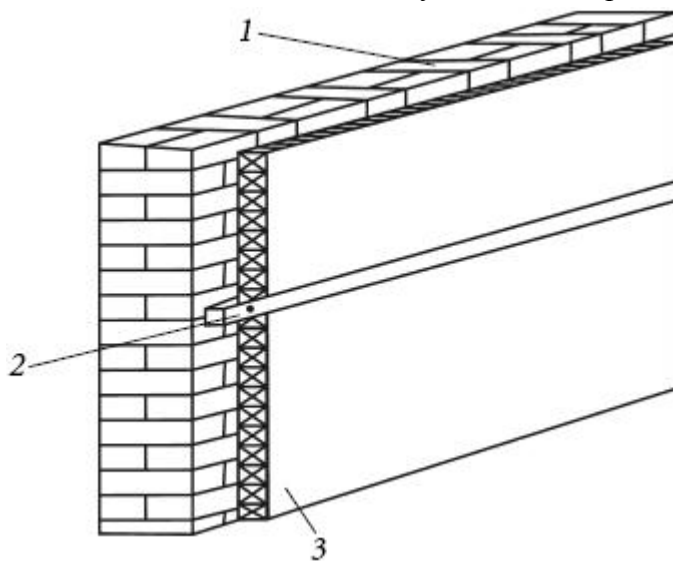

Рис. 8. Внутренняя теплоизоляция каменных стен плитным материалом: 1) кирпичная кладка; 2) деревянные рейки; 3) плиты утеплителя
3. На укрепленные деревянные или пластиковые дюбели горизонтально устанавливают деревянные рейки толщиной, равной толщине плит утеплителя (рис. 8). Расстояние между рейками определяется размером теплоизоляционных плит. Рейки необходимо предварительно обработать антисептиком (раствор медного или железного купороса, кремнефтористого натрия и т. д.). Если взять более толстые, чем утеплитель, рейки, получится дополнительная теплоизоляция в виде воздушной прослойки.